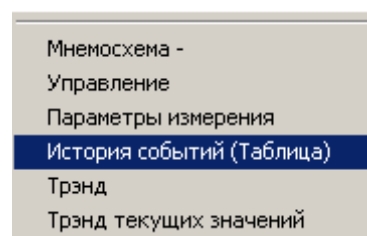

Рис. 15
6.5. Если существует необходимость быстро просмотреть историю изменения какого-то одного конкретного параметра, то можно использовать дополнительное меню, которое можно вызвать щелчком правой кнопкой мыши на отображении требуемого параметра. В появившемся меню, внешний вид которого показан на **рис. 15**, следует выбрать пункт **История событий (Таблица)**.